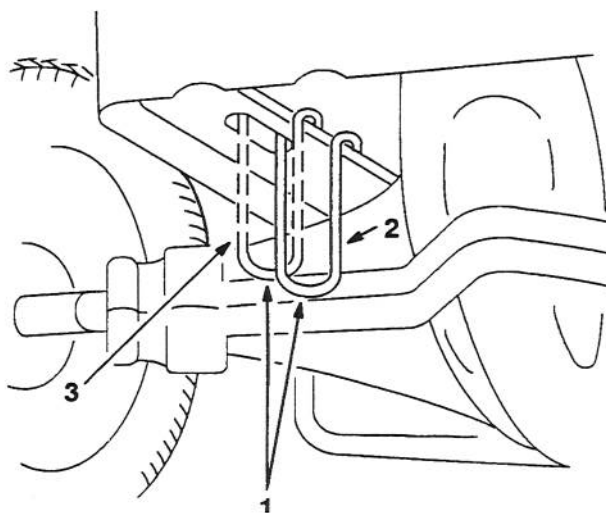

Figure 10
5. Tourner la clé de contact dans le sens horaire et la garder à la position START (DEMARRAGE) (Fig. 10). Relâcher la clé quand le moteur démarre.
2. Tirer le fil en U de la commande d'entraînement jusqu'à PUSH pour débrayer le système de transmission aux roues et permettre à celles-ci de tourner librement (Fig. 10).
1. Pousser le fil en U de commande d'entraînement jusqu'à OPERATE pour embrayer le système de transmission aux roues (Fig. 10).